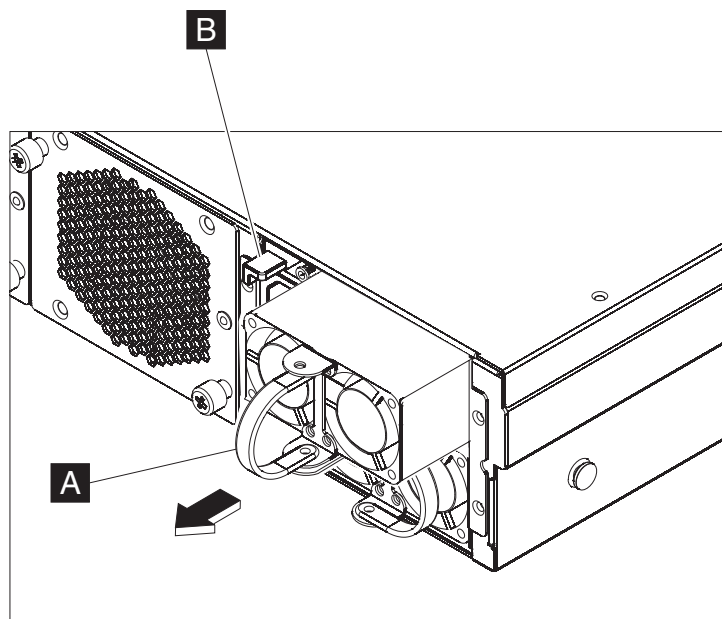

Figura 16. Removendo um módulo de fonte de alimentação
- a. Segure firmemente a alça **A** do módulo com falha pressionando a trava de liberação laranja **B** na direção da alça, e mantenha a trava de liberação nessa posição, como mostrado em Figura 16 na página 45.